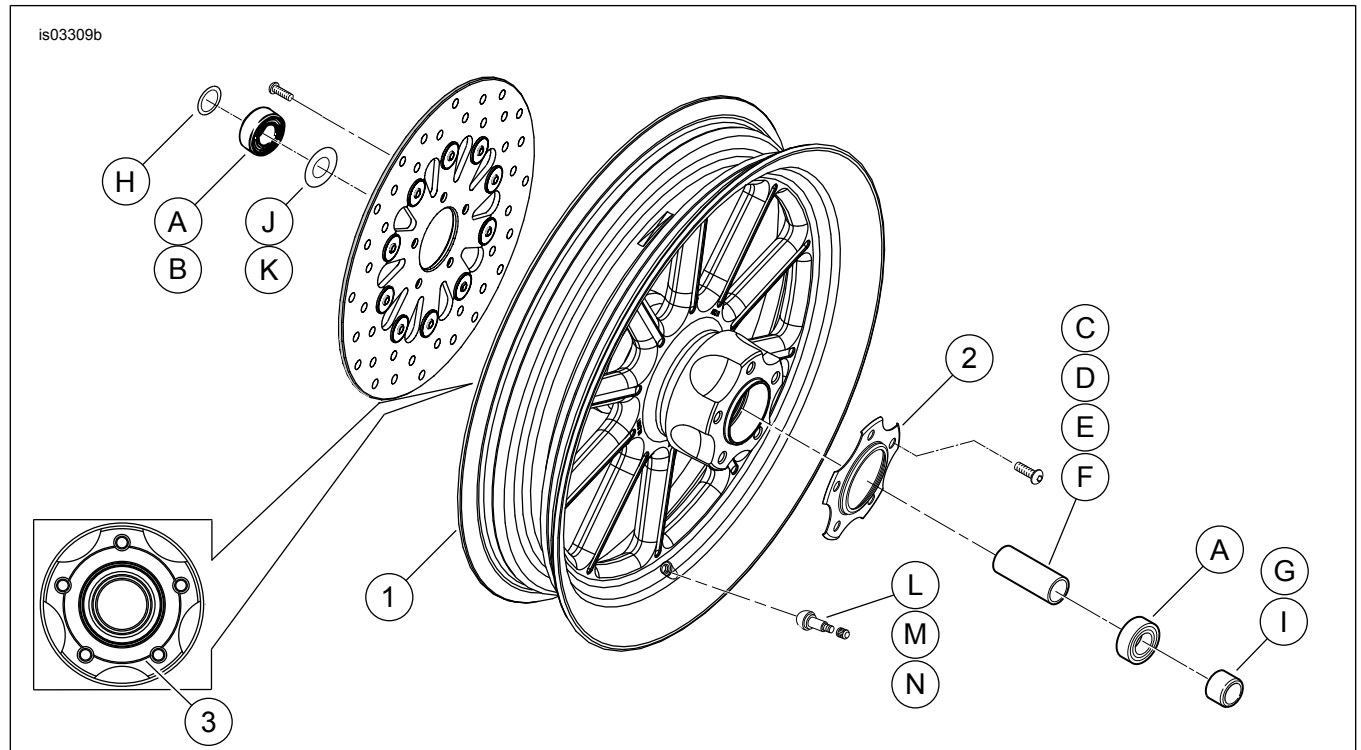

Figure 2. Pièces détachées : Roue avant Revolver (roue de 16 pouces illustrée)
2. Voir Figure 2. Installer l'ensemble de tige de valve ( M ) sur la roue. Voir PNEUS dans le manuel d'entretien.
- Voir Figure 2. Modèles à disque double : Installer les disques de frein conformément aux procédures du manuel d'entretien. L'enjoliveur chromé (2) n'est pas utilisé.
- Voir Figure 2. Sur les modèles à disque de frein unique, installer le disque de frein conformément au manuel d'entretien. L'enjoliveur chromé (2) se pose du côté de la roue opposé au disque de frein.